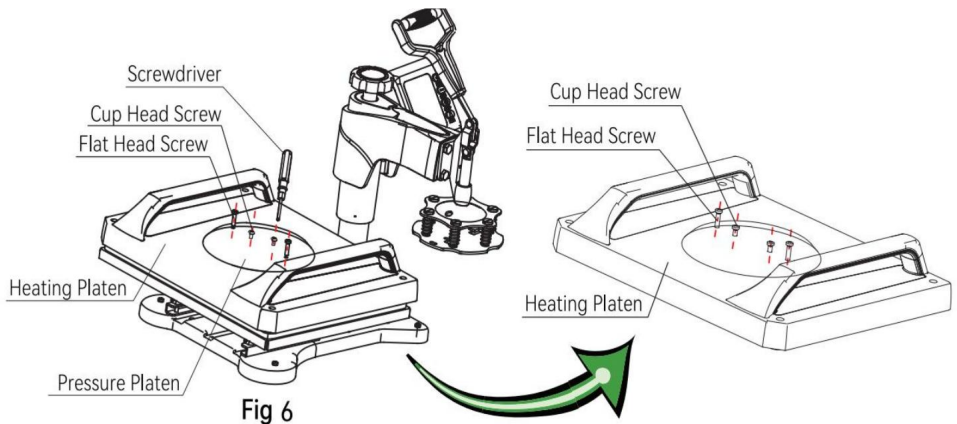

Fig 6
6. Legen Sie die Druckplatte flach auf die Heizplatte und richten Sie sie an der Öffnung aus. Nehmen Sie 4 Flachkopfschrauben und ziehen Sie diese mit einem Schraubendreher fest. Nehmen Sie 2 Linsenkopfschrauben und befestigen Sie diese am Loch in der Mitte der Druckplatte. Befestigen Sie die Linsenkopfschrauben zu diesem Zeitpunkt noch nicht: Behalten Sie 5-7 mm für den nächsten Installationsschritt (siehe Abbildung 6).